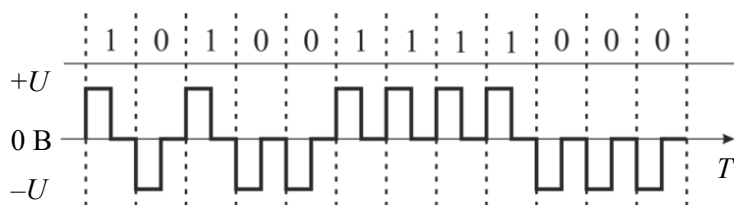

Рис.4. Биполярный *RZ*-код
- логическая «1» передается уровнем  $+U$  В в течение первой половины битового интервала и уровнем 0 В в течение второй половины битового интервала (рис.4).